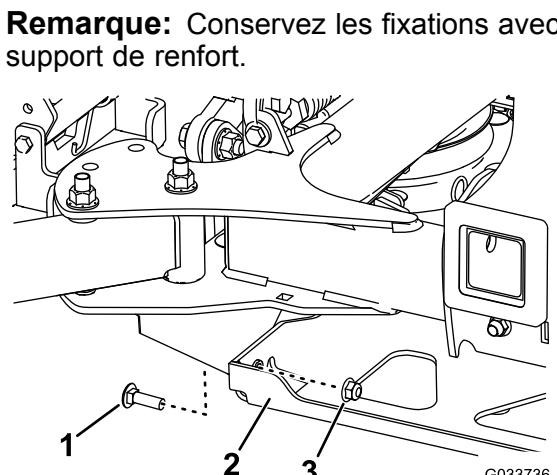

Figure 74
4. Retirez les 2 boulons et les 2 écrous qui relient le support de renfort au cadre (Figure 74).
4. Fixez le support de renfort au cadre à l'aide des 2 boulons et des 2 écrous que vous avez conservés (Figure 74).